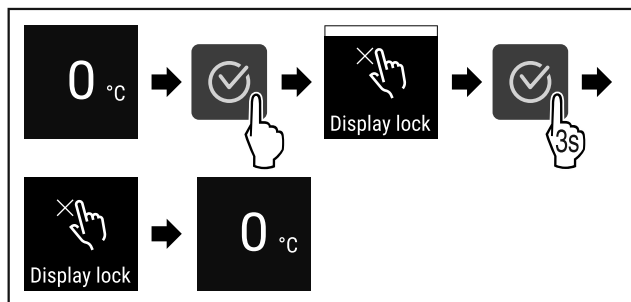

Fig. 97
- ▶ Izvedite zahtevane korake (glejte Fig. 97).